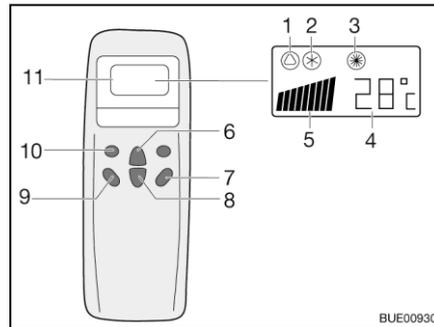
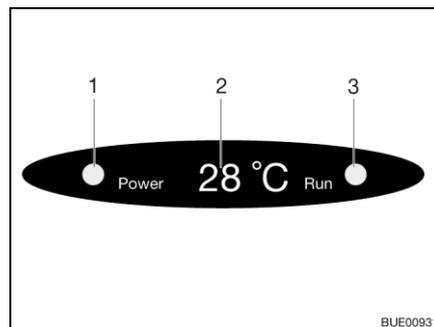

Bild 140 Fernbedienung
Bild 141 Anzeige am Diffusor
- Die Taste "ON/OFF" (Bild 140,7) drücken.
- Die Taste "Mode" (Bild 140,10) so oft drücken, bis die gewünschte Betriebsart (Bild 140,1, 2 oder 3) auf dem Display angezeigt wird. Die entsprechende Kontroll-Leuchte auf der Anzeige am Diffusor (Bild 141,3) leuchtet.
- Mit den Tasten Temperaturerhöhung (Bild 140,6) oder Temperaturverminderung (Bild 140,8) die gewünschte Temperatur einstellen.
- Mit der Taste Lüfterdrehzahl (Bild 140,9) die gewünschte Lüfterstufe wählen.